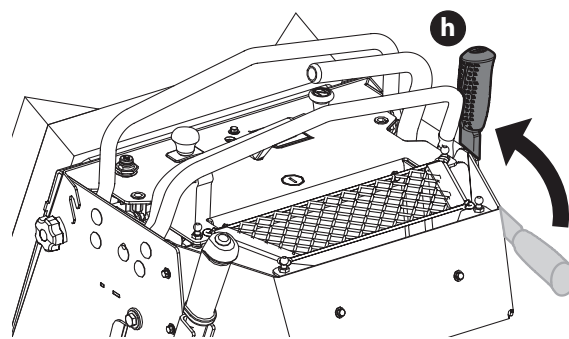

Fig. 3
6. Pour serrer le frein de stationnement, tirez complètement le levier du frein de stationnement vers l'arrière (h) (Fig. 3).